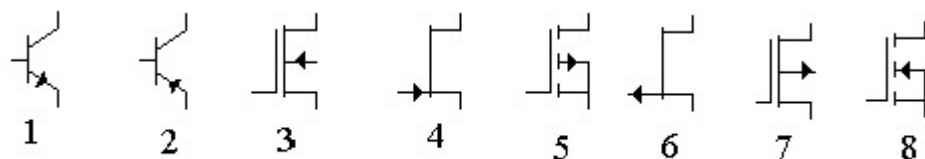

Рис.3.1.
1.3.7. Показать условное обозначение МДП полевого транзистора с встроенным р – каналом (рис. 3.1):